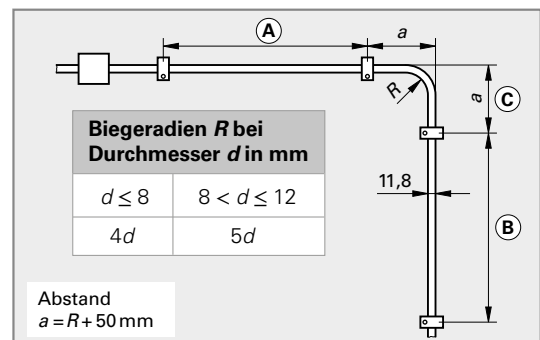

Bild 2: Biegeradien und Befestigungsabstände bei einer Mantelleitung mit starren Leitern
8. Beim Verlegen von Leitungen mit starren Leitern ist auf die Biegeradien und auf die maximalen Abstände der Befestigungen zu achten. Ordnen Sie den Angaben A, B, C in **Bild 2** für einen Leitungs-Außendurchmesser $\varnothing = 11,8$ mm erlaubte Werte zu und berechnen Sie den Biegeradius R .